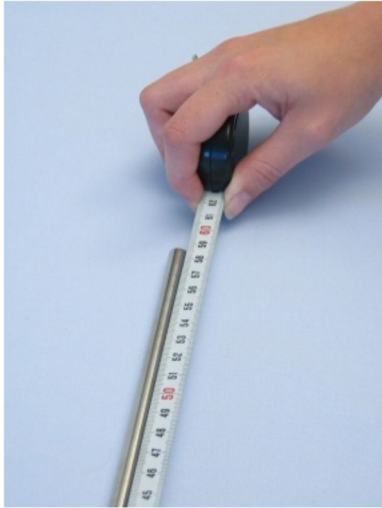
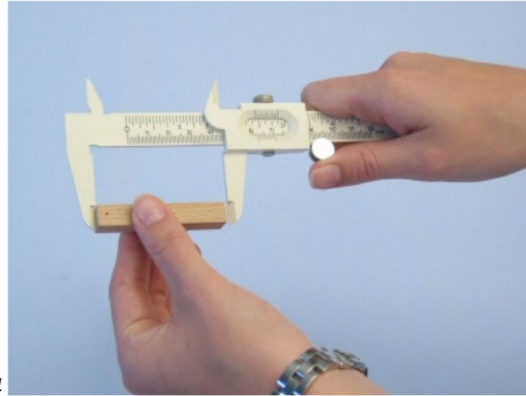

Fig. 4
Fig. 5
- Misura la lunghezza delle due aste di supporto, delle colonne di legno e del tubo di vetro il più esattamente possibile usando il metro (Fig. 4) e/o il calibro di Vernier (Fig.5).